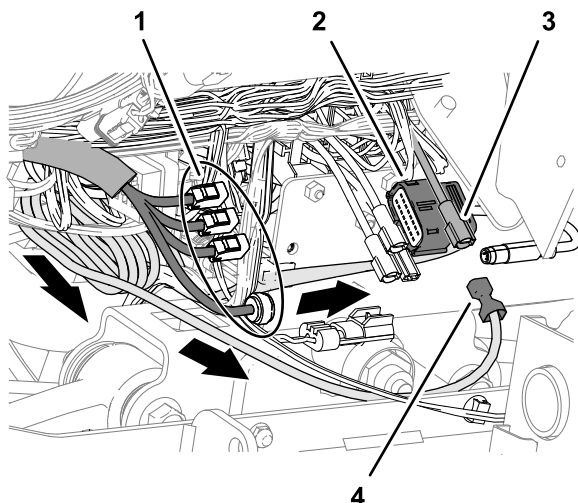

Рисунок 187
маркировкой CL55 жгута проводов питания модема в машине, как показано на Рисунок 187.
5. Вставьте клемму жгута проводов питания модема с маркировкой SWITCHED [КОММУТИРУЕМЫЙ] в гнездовой разъем питания вспомогательных устройств блока предохранителей (Рисунок 187).